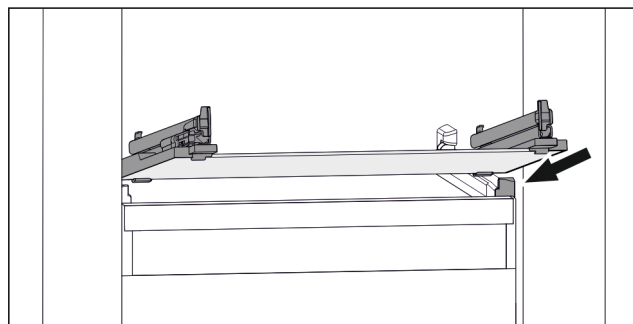

Fig. 124 Примерное отображение стеклнной пластины
- ▶ Наклоняя вниз, установите стеклнную пластину за стопоры. (см. Fig. 124)